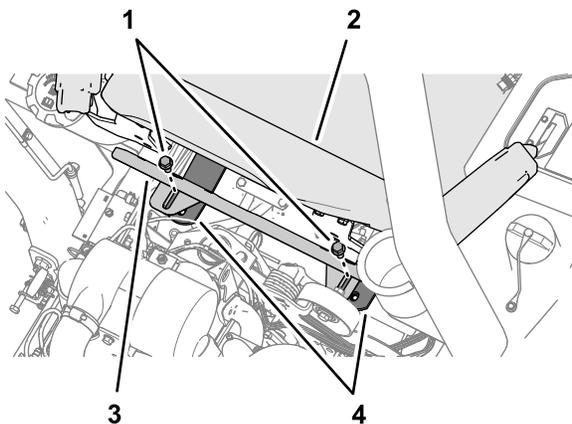

Figura 58
5. Na parte de trás do banco do operador, alinhe as ranhuras da proteção térmica e os orifícios das correias do banco com o isolador do tubo cruzado (Figura 58).